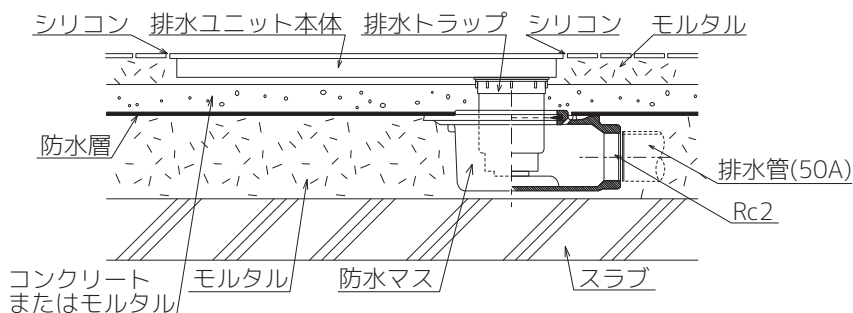

図6
- ②排水ユニット本体上面の水平レベルを床面に合わせ、モルタルで固定します(図6)。
排水ユニットの周囲とタイルは、ある程度（約5mm）のすき間を設けるように床仕上げを行い、すき間にはシリコン（現場手配）でコーキングします（図6）。